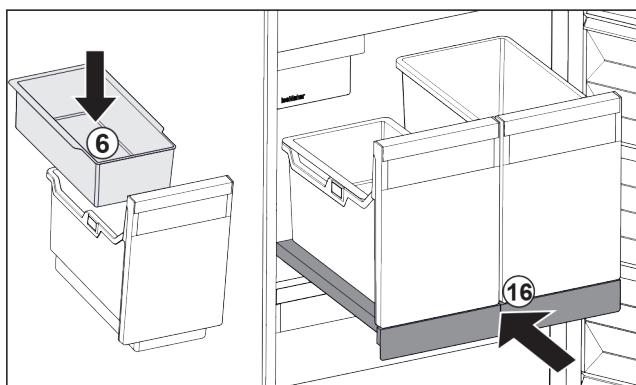

Fig. 130
- ▶ Introduceți tava suspendată Fig. 130 (6) pentru cuburi de gheață.
- ▶ Inșerați raftul extractibil cu recipientele (IceTower). Fig. 130 (16)